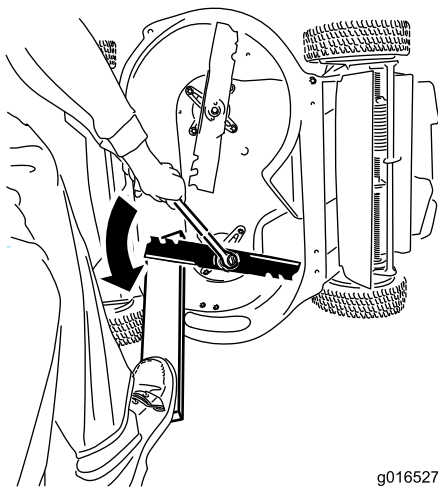

Figura 44
1. Utilize um calço de madeira para segurar cada lâmina e rode o parafuso da lâmina no sentido contrário ao dos ponteiros do relógio como se mostra na Figura 44.